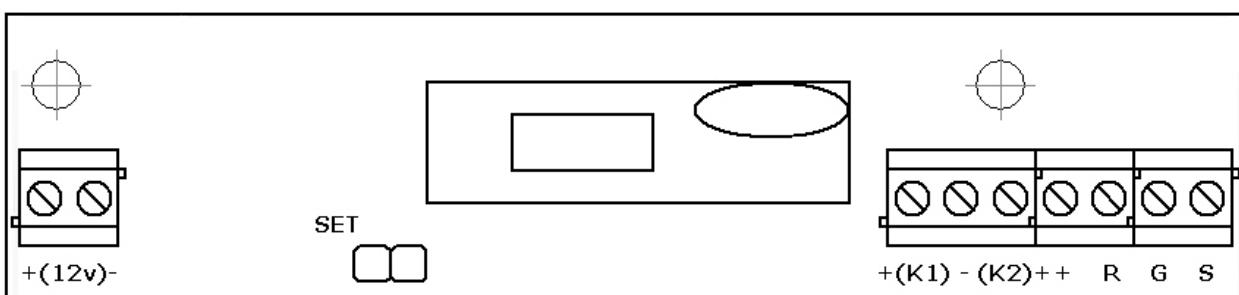

Рисунок 1. Печатная плата на задней стороне корпуса светозвукового табло
На задней стороне корпуса светозвукового табло смонтирована печатная плата (рис.1). На ней находятся радиоприемник 433 МГц, клеммы для подключения питания, проводных кнопок, пульта, сигнальных ламп, дополнительного светозвукового табло.
- замкнуть SET (см. рис.1) **(обязательно при выключенном питании);**